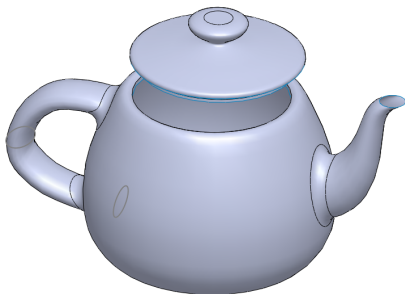

图 10-17 插入零部件
(2) 单击【插入零部件】按钮，在绘图区合适位置处，插入相应的零部件对象，如图 10-17 所示。